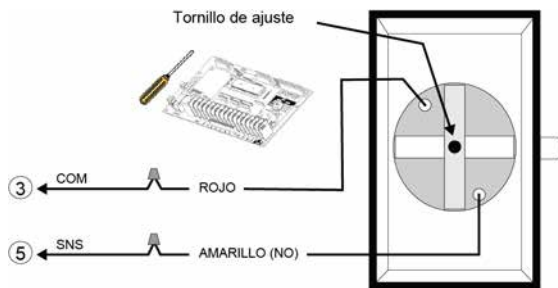
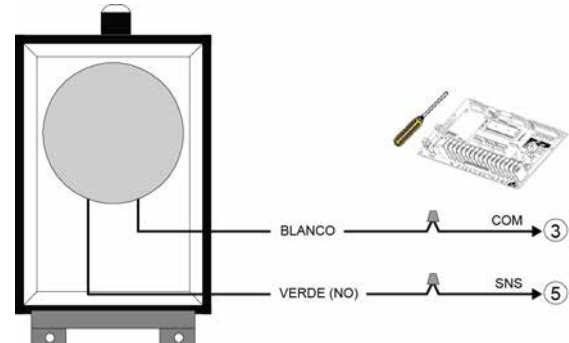

Figura 32 - AIRSWITCH 001 / 007
Figura 33 - AIRSWITCH 009 / 018
3. Utilizar un cable en espiral o carrete de recogida para conectar el interruptor de aire a los terminales del operador. Instalar los cables eléctricos de acuerdo con la Figura 32 o la Figura 33.